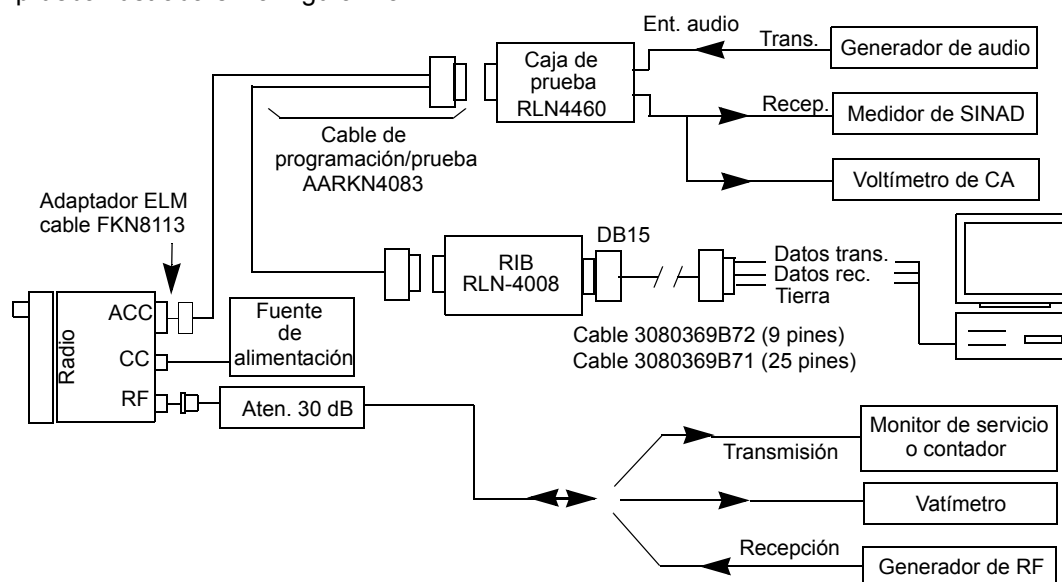

Figura 4-3 Configuración del equipo de prueba para sintonización del radio con RIB externa
El voltaje de alimentación se suministra a través de una fuente de alimentación (13,8V CC para los modelos de baja potencia y 13,6 V CC para los modelos de alta potencia). El equipo de prueba requerido para los procedimientos de alineación se conecta como se muestra en el diagrama de configuración para las pruebas de sintonización del radio, que aparece en el capítulo 4, Figura 4-3.
Para sintonizar el radio se necesita una computadora personal (PC) con Windows ME/2000/XP/NT y el programa de sintonización. Para aplicar los procedimientos de sintonización, el radio deberá estar conectado a la PC, a la caja de interfaz del radio (RIB) y a la configuración del equipo de prueba ilustrada en la Figura 4-3.